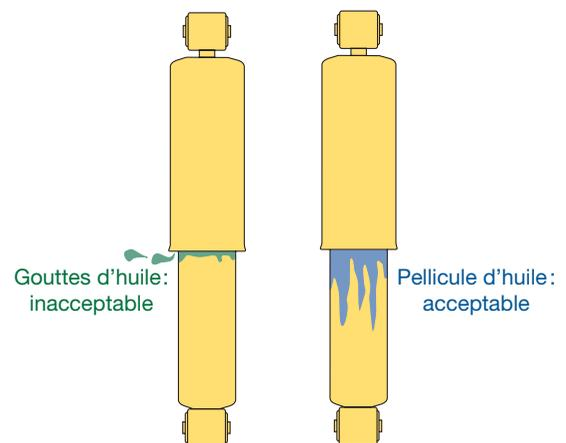

Figure 2-31 Vérifiez les traces de fuites de fluide des amortisseurs.
- Contrôlez les traces de fuites de fluide et de dommages aux amortisseurs et aux jambes de force (**figure 2-31**).